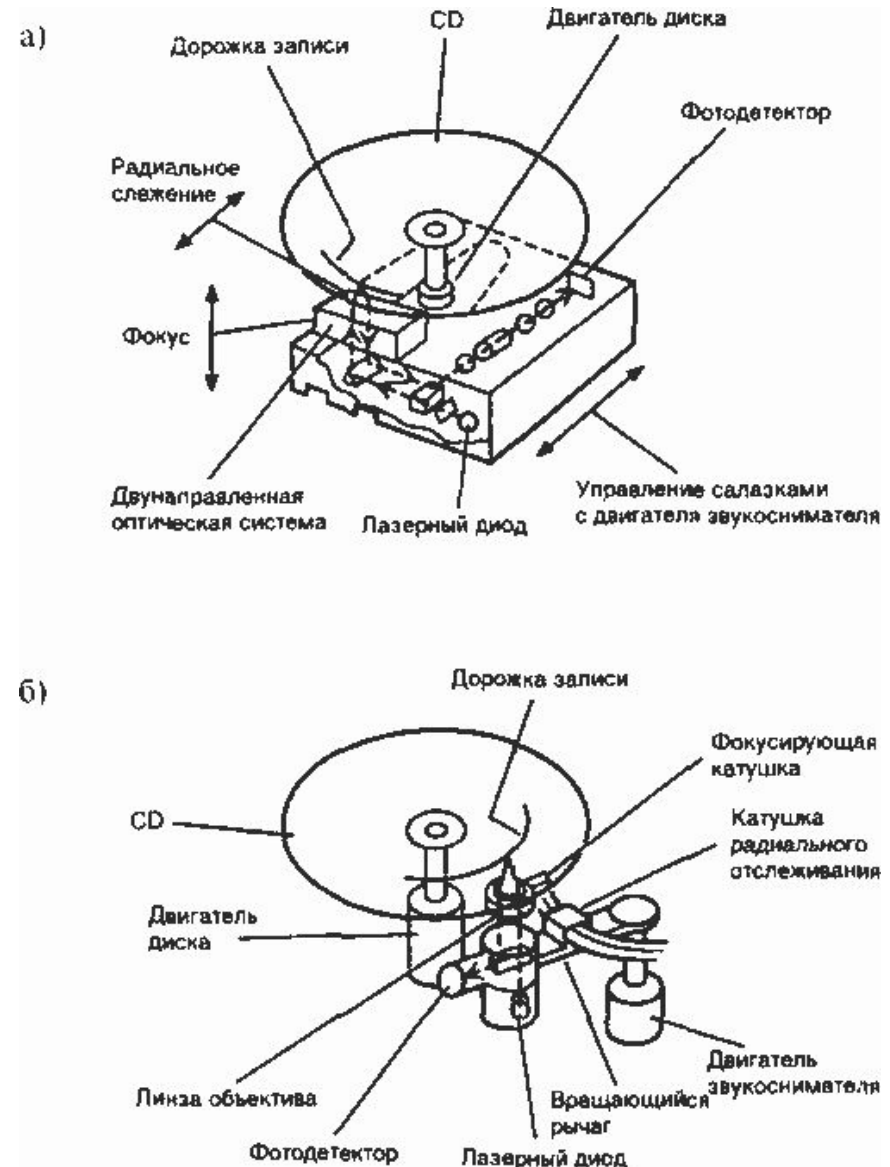

Рис. 1 Типы лазерного звукоснимателя: а) салазочный, б) поворотный рычаг
- На **Рис. 1** изображены два основных типа применяемых звукоснимателей (устройств считывания).
- Наиболее распространен вариант ползункового типа, или салазочный (**Рис.1а**), при котором звукосниматель (оптическая считывающая система) перемещается поперек нижней стороны **CD** двигателем звукоснимателя.
- В другом варианте (**Рис.1б**) звукосниматель установлен на конце поворотного рычага (руки), который приводится в движение с помощью серводвигателя. Вместе с рычагом происходит перемещение звукоснимателя по полю **CD**.